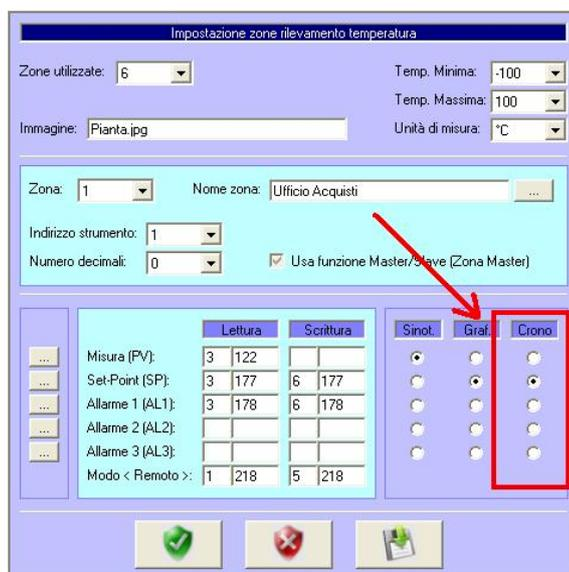

Figura 3.54: Selezione del valore a cui applicare la funzione cronotermostato
Selezionare il menù “Dettagli → Zone rilevamento temperatura”, impostare il valore al quale applicare la funzione cronotermostato (figura 3.54) e salvare il valore cliccando su “OK” (scudo verde). Nell’esempio di figura 3.54 la funzione è applicata al valore “Set-Point (SP)”.